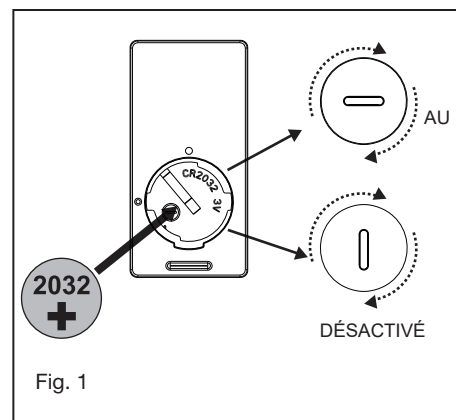

Fig. 1
- 1 Sélectionnez un emplacement souhaité. Utilisez la plaque murale pour marquer l'emplacement des trous de montage. Des chevilles murales en plastique ou des vis de montage sont nécessaires pour cette application. (Fig. 1)
Retirez le panneau de l'émetteur, puis installez une pile 2032 (incluse). Vous devez utiliser une pièce de monnaie pour ouvrir ou fermer le couvercle de la batterie. Pour éviter d'endommager l'émetteur, retirez la batterie s'il n'est pas utilisé pendant de longues périodes (Fig. 1)